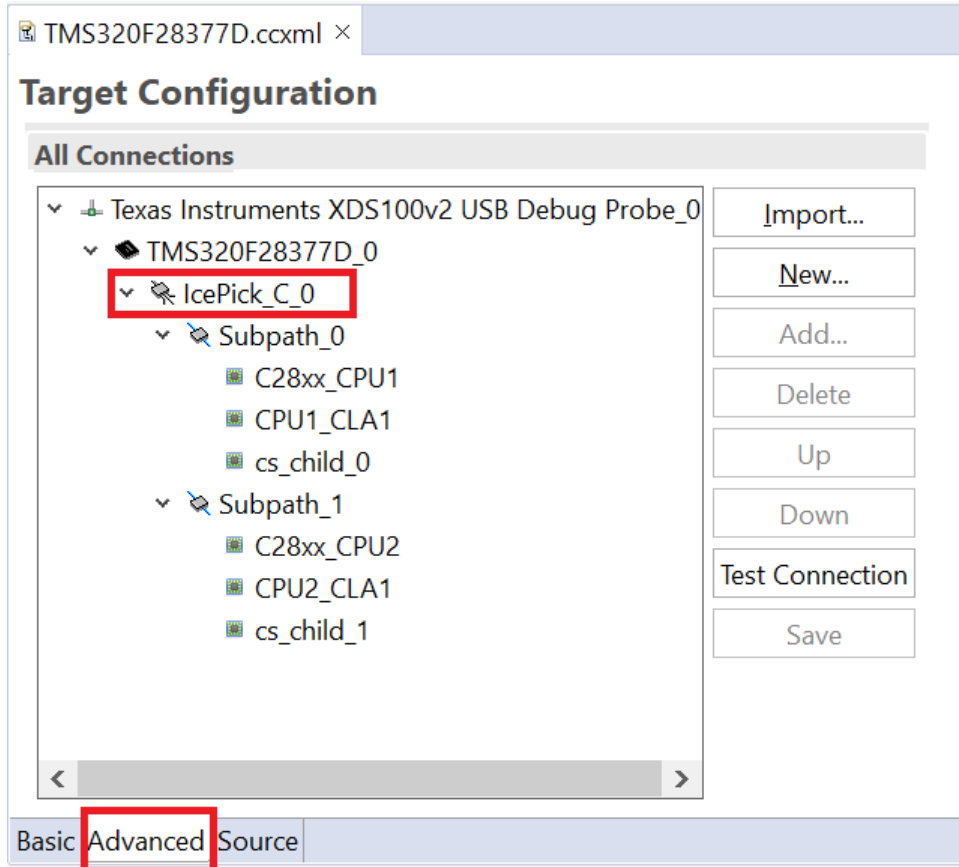

图 3-1. 目标配置高级视图
JTAG 标准允许单个 JTAG 调试探针与多个器件进行菊花链连接。实际上，各种约束将限制可在链中连接的目标器件数量。XDS 类调试器都具有有限数量的指令寄存器 (IR) 位，它们可以在预期看到返回的位之前循环这些位。许多较旧的 C2000 器件都要求每个器件循环 38 个 IR 位，而由于具有 ICEPick JTAG 路由控制器，所有较新的器件只需循环 6 个 IR 位。在撰写本应用手册时，以下器件具有 ICEPicks：F2807x、F28M3x、F2837xD、F2837xS、F28004x、F2838x、F28002x、F28003x 和 F280013x。如果您想检查器件是否具有 ICEPick，可以使用 Code Composer Studio 来查看目标配置的“Advanced”选项卡，如图 3-1 所示。